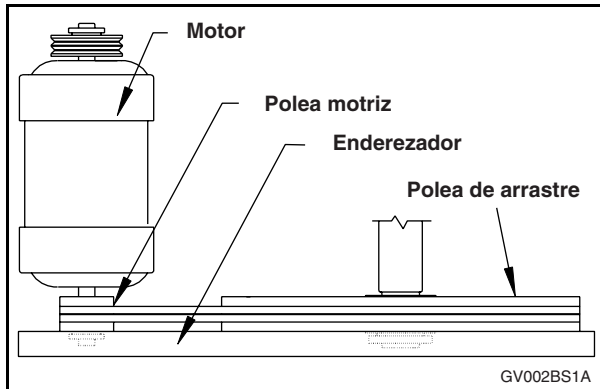

Figura 15
- c. Verifique que la correa trapecial esté bien alineada comprobando la alineación de las poleas. Coloque una regla a través de ambas caras de las poleas. La regla debe hacer contacto con las poleas en cuatro lugares. Vea la Figura 15.